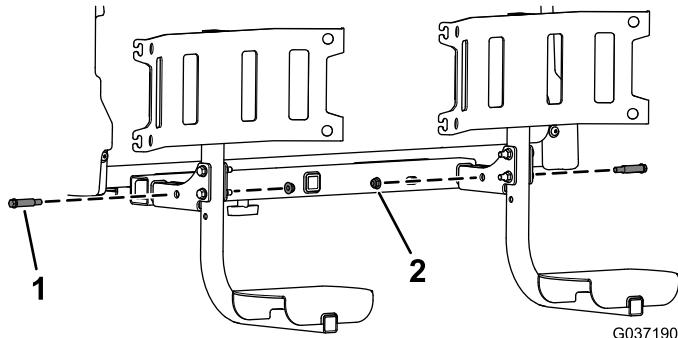

Figura 10
- Fissate i supporti del contenitore dei rifiuti montati ai relativi tubi del telaio, utilizzando 2 viti di spallamento (3/8 x 5/8 poll.) e 2 dadi flangiati (3/8 poll.) come illustrato nella Figura 10.